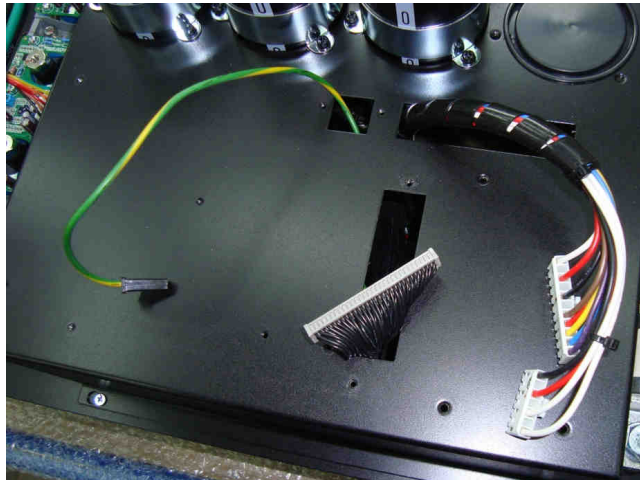

Рис. 7.19.
- в ытащить через прорези в корпусе блока конденсаторов жгут платы ЦП, жгут платы предохранителей и провод заземления (рис. 7.19).